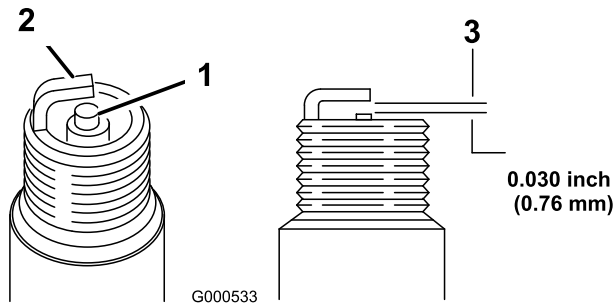

Figure 29
1. Examinez le centre des bougies (Figure 29). Si le bec de l'isolateur est recouvert d'un léger
2. Contrôlez l'écartement entre l'électrode centrale et l'électrode latérale (Figure 29). Courbez l'électrode latérale (Figure 29) si l'écartement est incorrect.